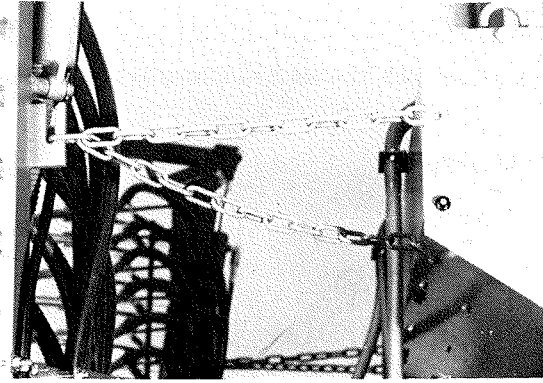

Fig. 22
- Sidosektionerna vara uppfällda och säkrade, fig. 22.
- Säkra billaggregat och sidosektioner med låslänkarna, fig 22.